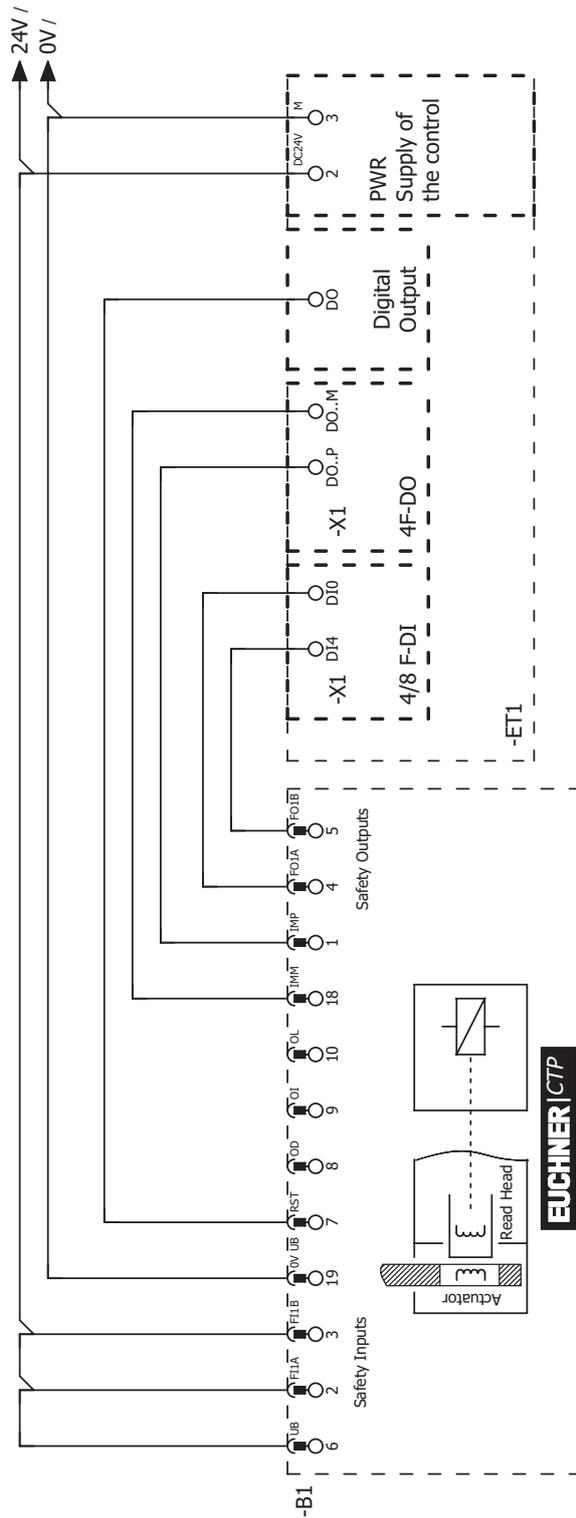

Figure 6 : Exemple de raccordement à ET200
- En cas de commande sur deux voies de la tension de l'électroaimant par des sorties de sécurité d'une commande/d'un automate, il convient de respecter les points suivants (voir aussi *Figure 6 à la page 27*) :